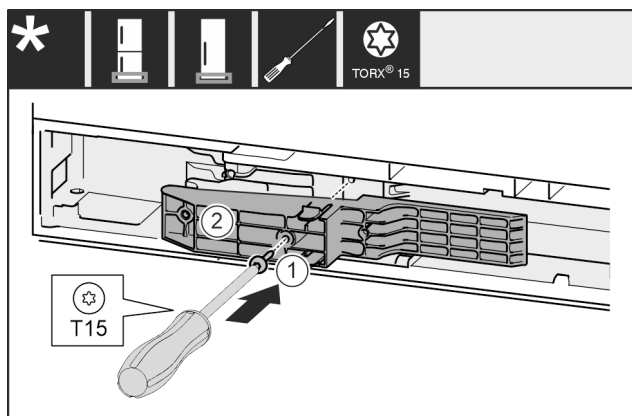

Fig. 61 *
- Inserire l'adattatore Fig. 61 (1) nel vano sul lato della maniglia.*
- Stringere la vite Fig. 61 (2) con un cacciavite.*